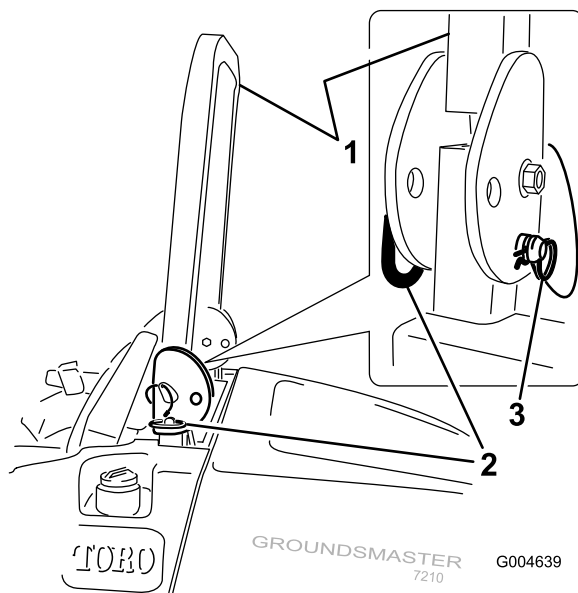

Figura 10
1. Per abbassare il roll bar, togliete le coppiglie, spingete in avanti il roll bar contro le molle e togliete le 2 spine (Figura 10).
- Montate le 2 spine e fissatele con le spine delle coppiglie (Figura 10).
- Per alzare il roll bar togliete le spine delle coppiglie e le 2 spine (Figura 10).
- Alzate completamente il roll bar e montate le due spine, quindi fissatele con le coppiglie (Figura 10).